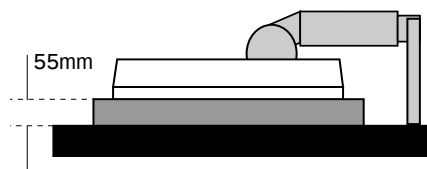

Figure S.1
3. Placez le moniteur la face vers le bas sur une surface non-abrasive (Placez l'écran sur une plate-forme de 55 mm de manière que le support soit parallèle à la surface) (Figure S.1).